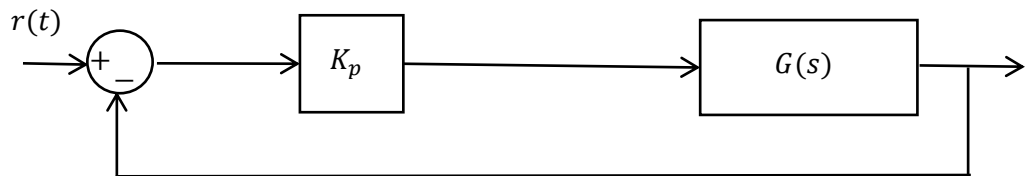

Figura 1. Esquema de control para el sistema  $G(s)$ .
- Usando el bloque LTI SYSTEM del Control System Toolbox, llame desde Simulink al sistema  $G(s)$  y retroaliméntelo unitariamente como se indica en la Figura 1. Compare gráficamente la salida del sistema retroalimentado con la entrada y halle gráficamente el valor del error en estado estable
- k) Para el sistema realimentado de la Figura 1, halle experimentalmente y usando Simulink ajustando  $K_p$  el valor para el cual el sistema retroalimentado se hace inestable. Mida el periodo de oscilación.